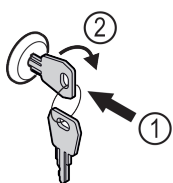

Fig. 172 例图
- 按入钥匙 Fig. 172 (1)。
- 将钥匙顺时针转动 90° Fig. 172 (2)。